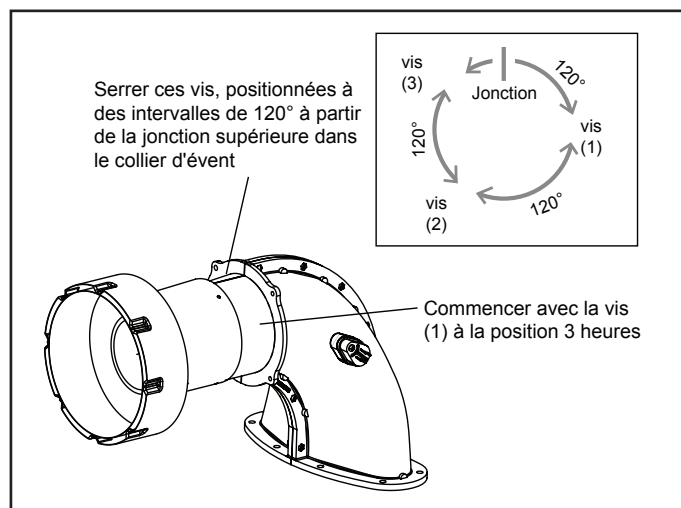

Figure 7. Positionnement correct des vis sur le collier d'évent
5. Connectez le raccord à la buse (4 pouces) et serrez avec trois (3) vis à tôle, comme illustré dans la figure 7.
REMARQUE : Il est important de placer les trois vis de manière à ne pas compromettre le joint du collier d'évent. Commencez avec la première vis en position 3 heures du haut de la jonction du collier d'évent. Installez les vis 2 et 3 à des positions écartées de 120 degrés (comme illustré dans la figure 7).